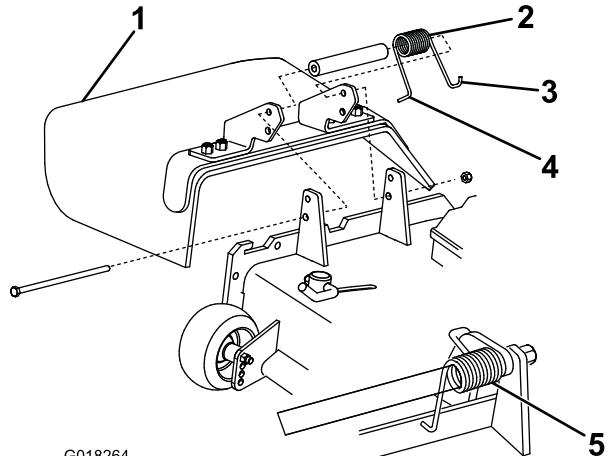

Figure 2
- Accrochez l'extrémité en J droite du ressort au déflecteur d'herbe (Figure 2).